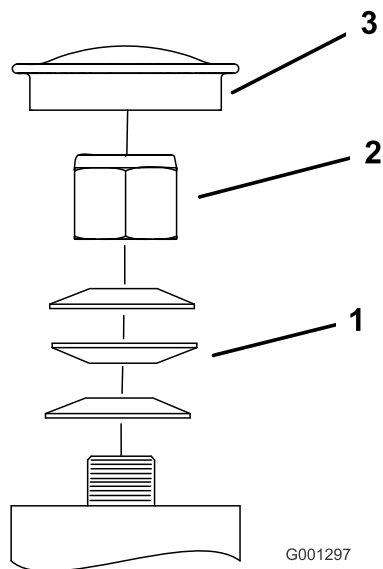

図 56
3. キャスタからダストキャップを外してロックナットを締め付ける **図 56**。
4. スプリングワッシャが平たくつぶれるまでロックナットを締め付け、その位置から 1/4 回転もどすと、ベアリングに対して適切な予負荷がかかる **図 56**。
**重要** スプリングワッシャが **図 56** のように正しく取り付けられていることを確認してください。
5. ダストキャップを取り付ける **図 56**。